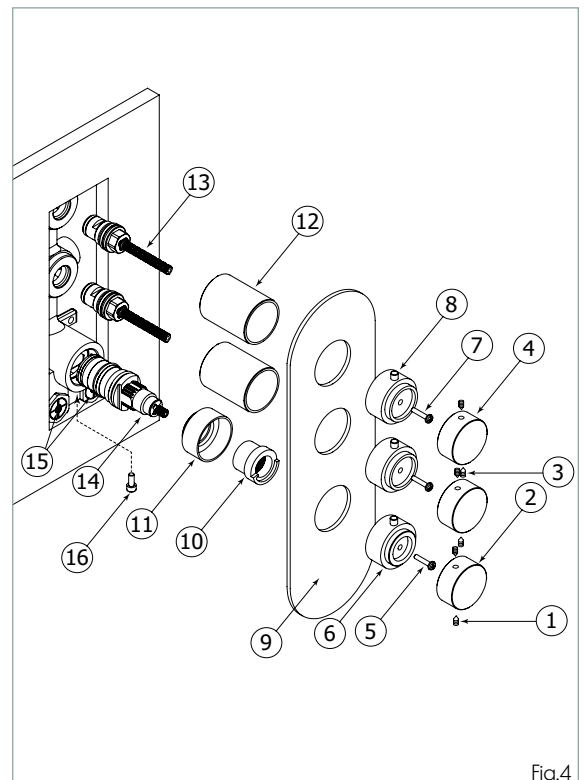

Fig.4
Shut off the main water supply, then remove all the components from (1) to (12). (See Fig.4). Afterwards, close the 2 check valves (15) by turning them clockwise with a screwdriver. Remove the thermostat cartridge screw (16), and pull the thermostatic cartridge out (14). To remove the volume cartridge(s) (13), unscrew them directly. Inspect for accumulated debris.
Fermer l'alimentation d'eau principale et démonter toutes les composants de (1) à (12) (Voir Fig.4). Ensuite, fermer les deux valves d'arrêt (15) en les vissant dans le sens des aiguilles d'une montre. Retirer la vis (16), et enlever la cartouche (14). Pour les poignées de volume, dévisser la(es) cartouche(s) directement (13). Inspecter pour éliminer les débris accumulés.